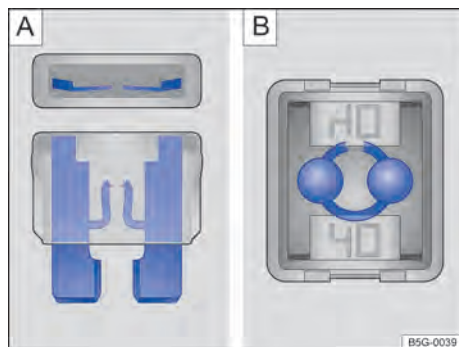

Fig. 172 Fusível queimado: [A] fusível plano, [B] fusível de bloqueio.
- Um *fusível plano* (ATO®, MINI®) queimado é reconhecido de cima ou de lado pela carcaça transparente nas faixas metálicas derretidas → Fig. 172 **A**.
- Um *fusível de bloqueio* (JCASE®) queimado é reconhecido pelas faixas metálicas derretidas por cima da carcaça transparente → Fig. 172 **B**.